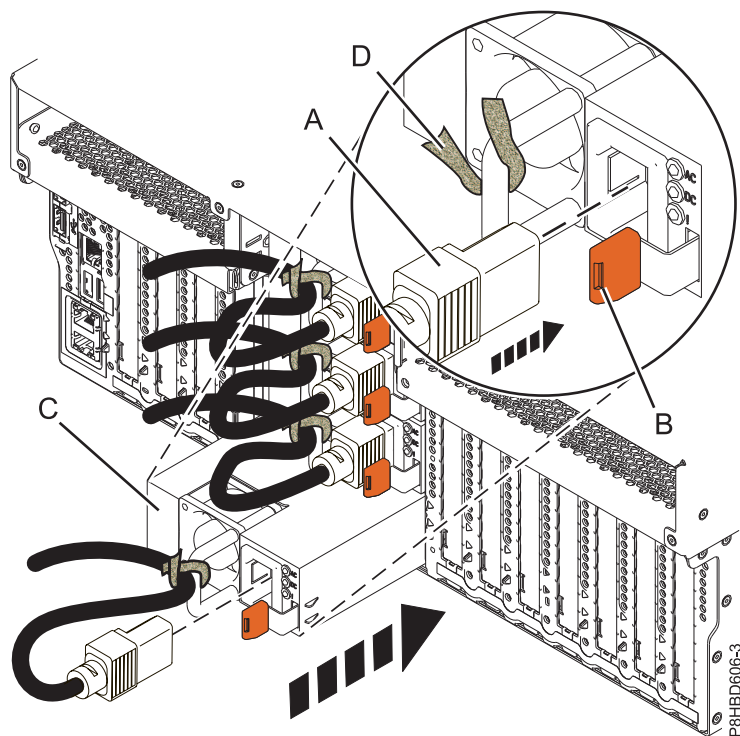
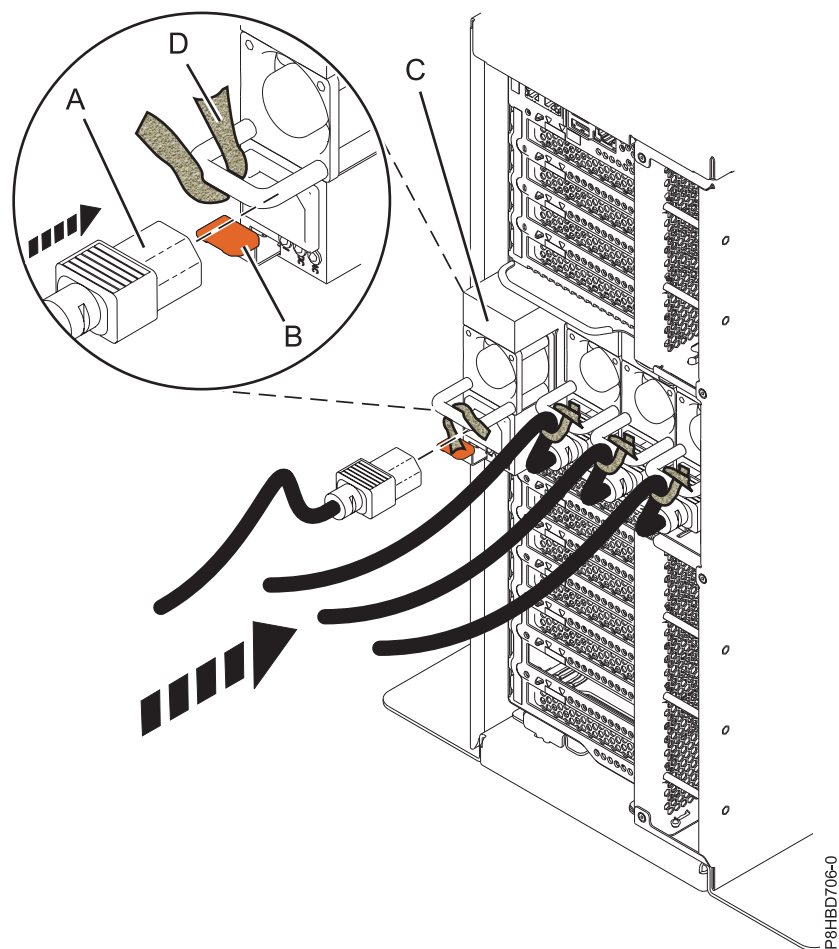

図 21. ラック・マウント型システムの電源装置を取り替える
図 22. スタンドアロン型システムの電源装置を取り替える
3. 図 21 (ラック・マウント型システムの場合) および 25 ページの図 22 (スタンドアロン型システムの場合)図に示すように、電源装置 (C) をベイに位置合わせして、テラコッタ色のラッチ (B) が所定の位置にロックされるまで電源装置をスライドさせてシステムに入れます。
4. 24 ページの図 21 (ラック・マウント型システムの場合) および 図 22 (スタンドアロン型システムの場合)図に示すように、電源コード (A) を電源装置 (C) に接続します。
5. 24 ページの図 21 (ラック・マウント型システムの場合) および 図 22 (スタンドアロン型システムの場合)図に示すように、面ファスナー (D) を使用して、電源コードを電源装置のハンドルに固定します。